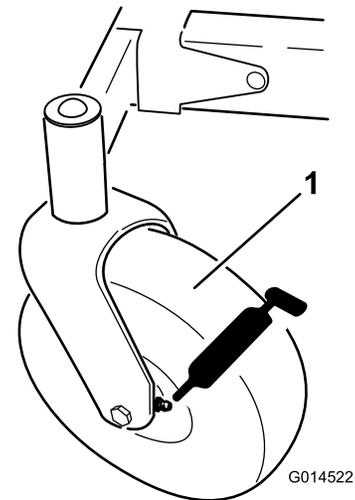
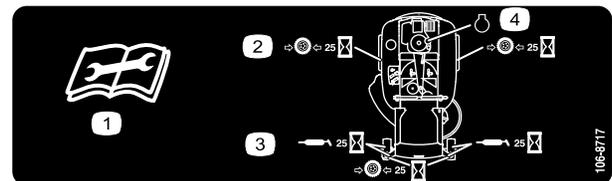

Figura 26
Figura 27
3. Limpie con un trapo los puntos de engrase (Figura 26 y Figura 27).
empiece a rezumar de los cojinetes (Figura 26 y Figura 27).